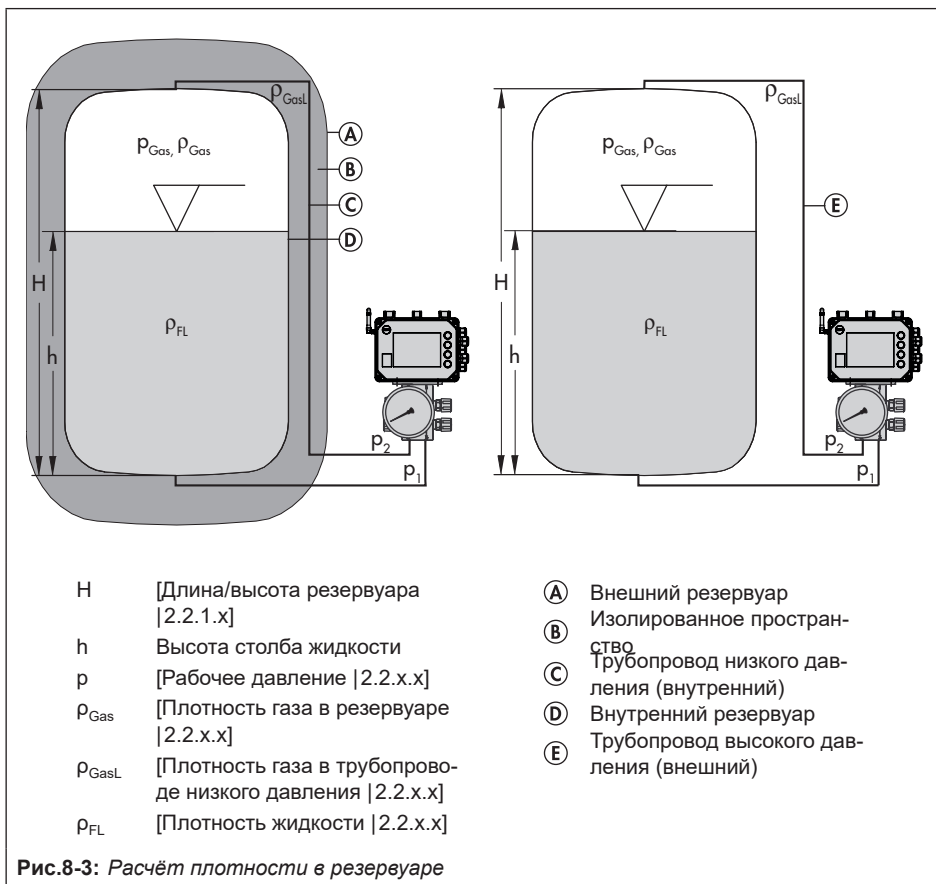

Рис.8-3: Расчёт плотности в резервуаре
- Расчёт плотности по умолчанию выполняется вручную параметром [Расчёт плотности | 2.2.x.x] на основе параметров, перечисленных на Рис. 8-3. Кроме того, расчёт плотности определяется технологической средой ([Среда для коррекции плотности | 2.2.2.x] и [Температура окружающей среды | 2.2.x.x]).